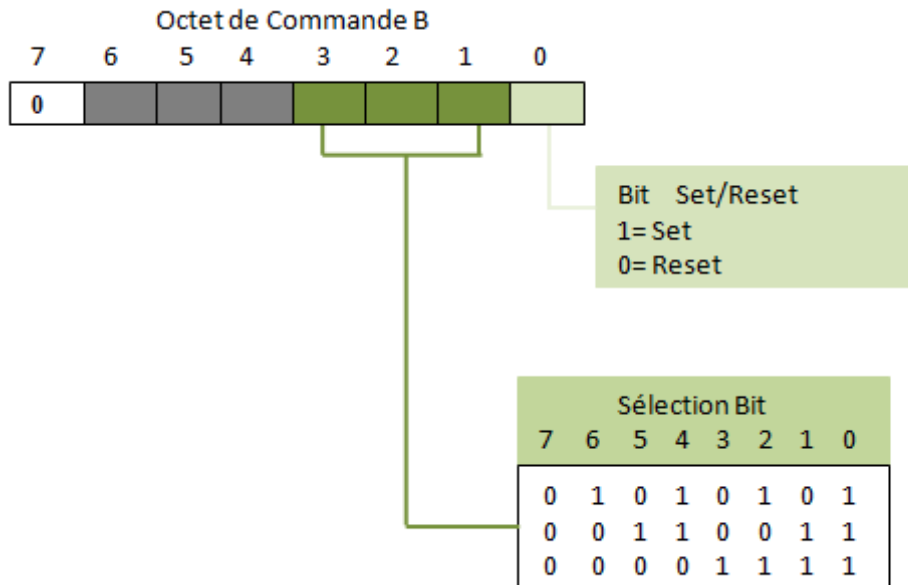

Figure 4.4: Configuration du Mode Burst
- Le mode BSR (Bit Set/Reset), activé lorsque le bit D7 du registre de contrôle est à 0, permet de modifier individuellement les bits du port C. La figure 4.4 illustre la configuration en mode Burst.